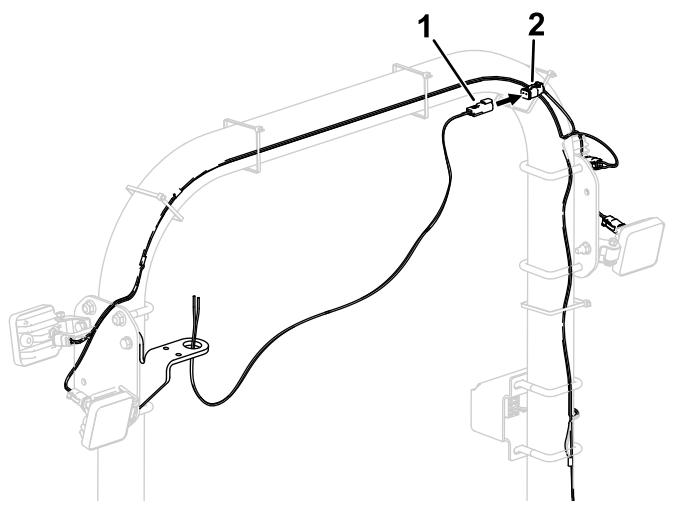

## Bild 2
2. Befestigen Sie die Rundumleuchte an der Halterung an, wie in Bild 2 dargestellt.